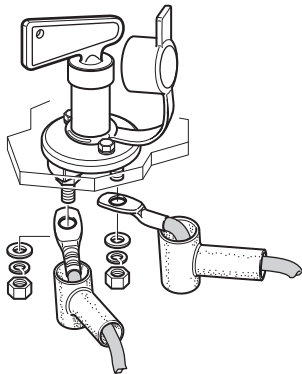

Abb. 50
- Kabelanschlüsse am Batterietrennschalter anschließen und mit Mutter sichern (Abb. 50).